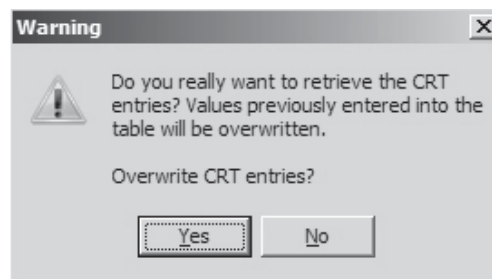

Abb. B.9: Warnung (CRT-Einträge überschreiben)
- Klicken Sie auf die Schaltfläche Load CRT (siehe Abb. B.4), wenn die in einer Konfigurationsdatei gespeicherten CRT-Einträge in der Tabelle angezeigt werden sollen. Eine Warnung wird angezeigt (siehe Abb. B.9).
- Klicken Sie auf die Schaltfläche Read Register (siehe Abb. B.4), wenn die im Messumformer gespeicherten CRT-Einträge ausgelesen und in der Tabelle angezeigt werden sollen. Eine Warnung wird angezeigt (siehe Abb. B.9).